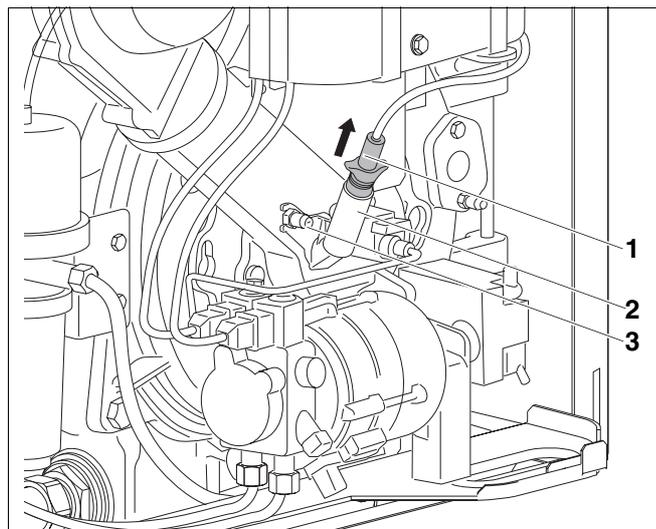

Fig. 73 Smontare il sensore di fiamma
- Rimuovere il sensore di fiamma (fig. 73, **pos. 1**) dal supporto angolare (fig. 73, **pos. 2**).
- Svitare i nippoli di misurazione per la pressione statica del ventilatore (fig. 73, **pos. 3**).